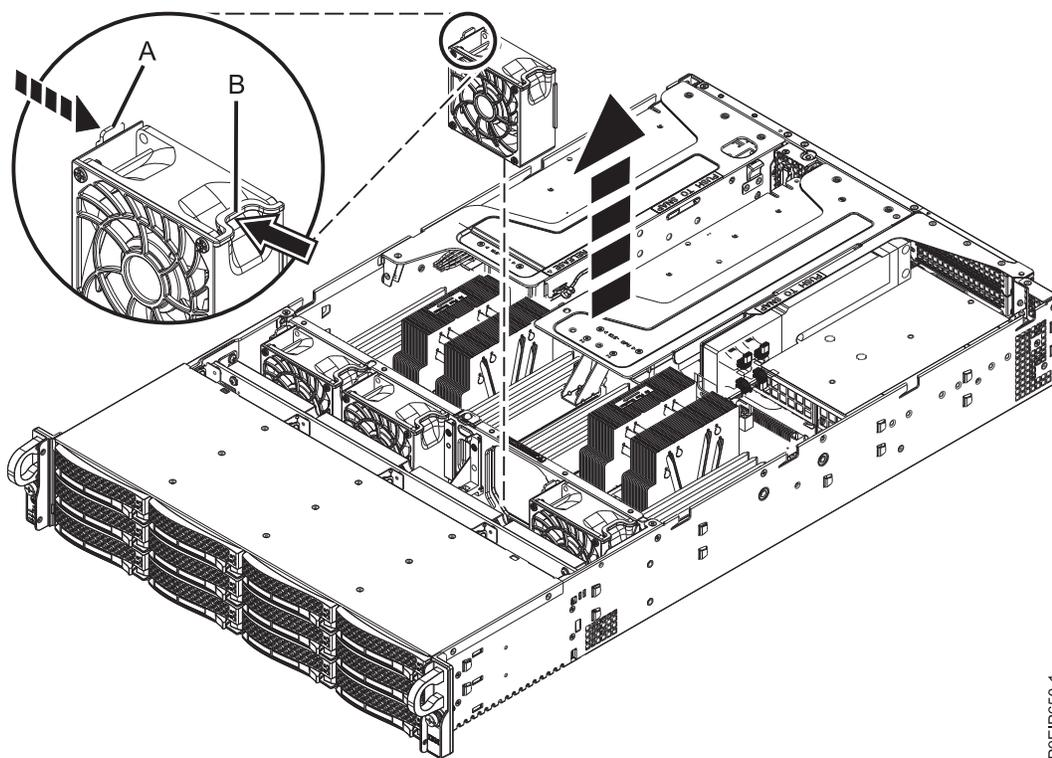

図 31. ファンの取り外し
3. ラッチ (A) を押し、ファンの (B) の部分をつかみ、ファンをシステムから持ち上げます (図 31 を参照)。